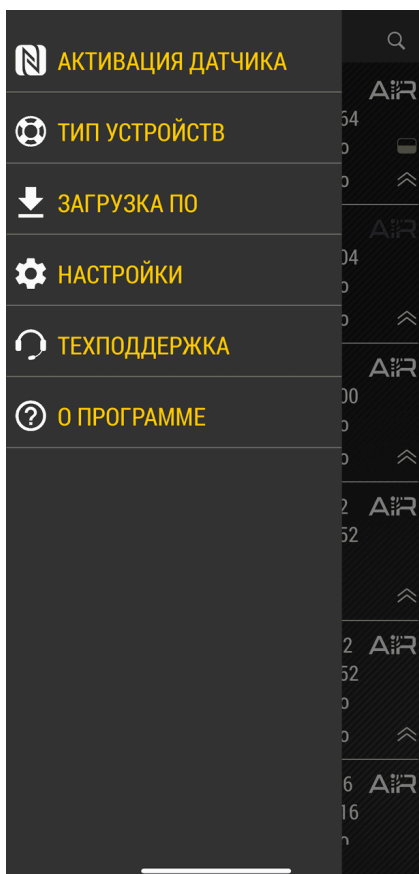

Рис.4. Активация метки
4. Далее выберите в списке вариант «**Активация датчика**» (**Рис.4**).